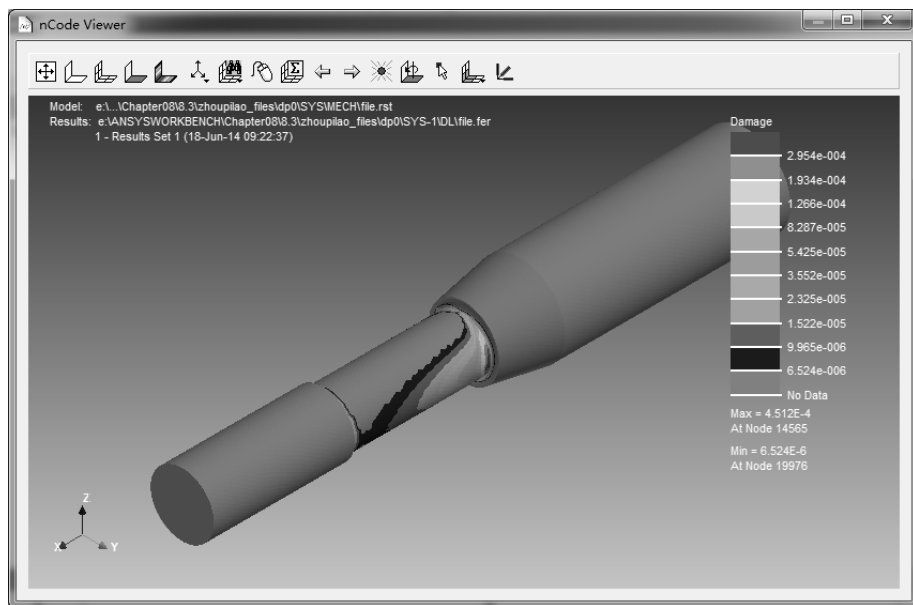

图 7-77 后处理云图
11) 后处理。双击【Project Schematic (项目管理区)】中项目 C 的 C4 栏的【Results】项, 进入【nCodeViewer】界面, 显示求解结果, 由图可知在固定端处的连接拐角处最危险, 如图 7-77 所示。